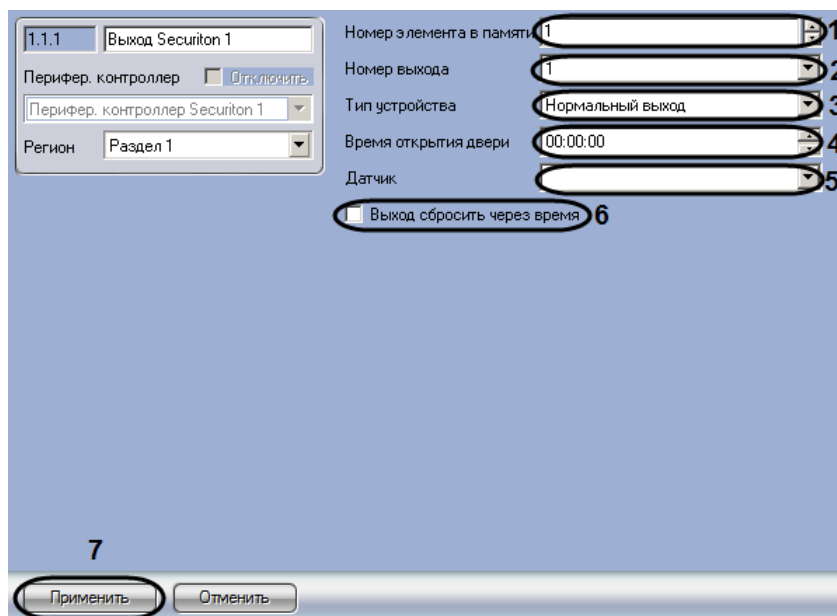

Рис. 3.4—5 Настройка выхода
2. Ввести в поле **Номер элемента в памяти** с помощью кнопок **вверх-вниз** уникальный среди объектов данного типа номер выхода (см. Рис. 3.4—5, 1).
3. Из раскрывающегося списка **Номер выхода** выбрать номер выхода в устройстве (см. Рис. 3.4—5, 2).